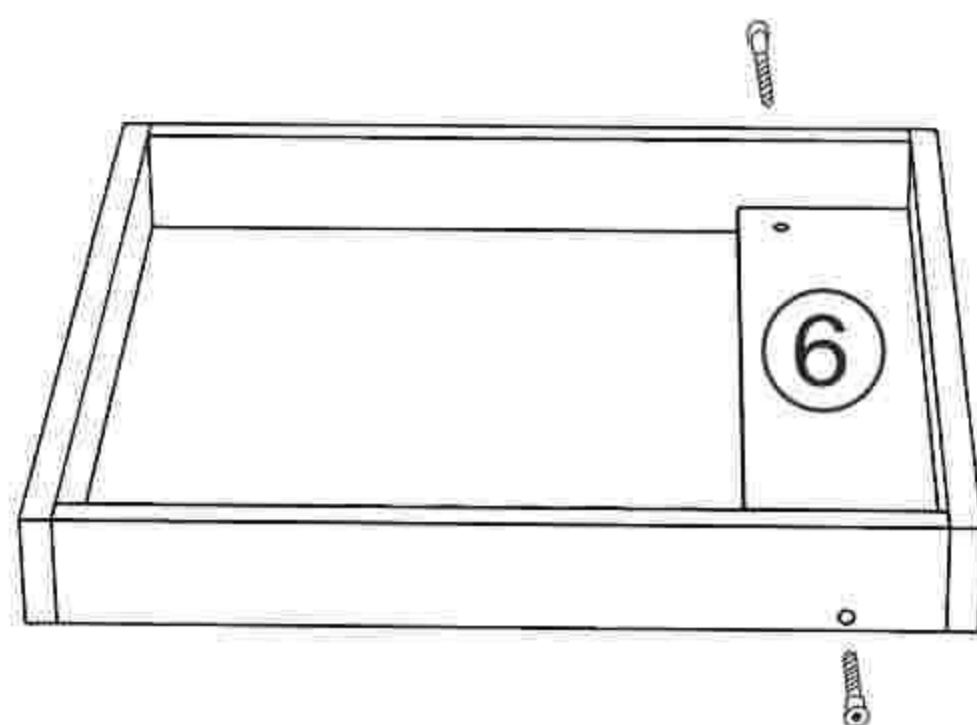

Рис.2
4. Крепим стяжку (6) в левую часть образовавшегося каркаса из планок конфирматами (а) - см. рис.2.